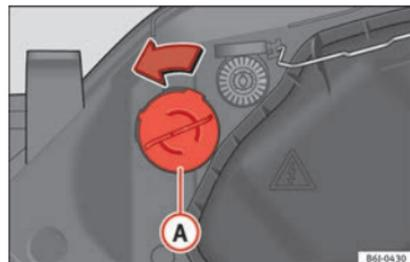

Fig. 188 Indicatore di direzione
- Ruotare il portalampadine ►► fig. 188 (A) verso sinistra e tirare.